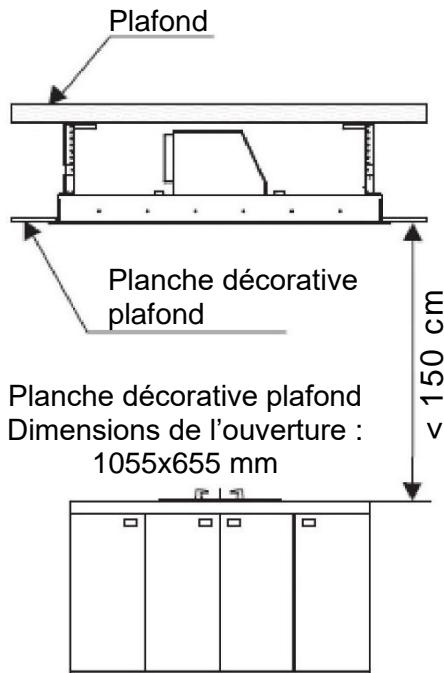

Fig. 1
2. La hotte aspirante ne doit pas être placée à plus de 150 cm de la surface de cuisson pour obtenir les meilleures performances. Voir fig. 1.